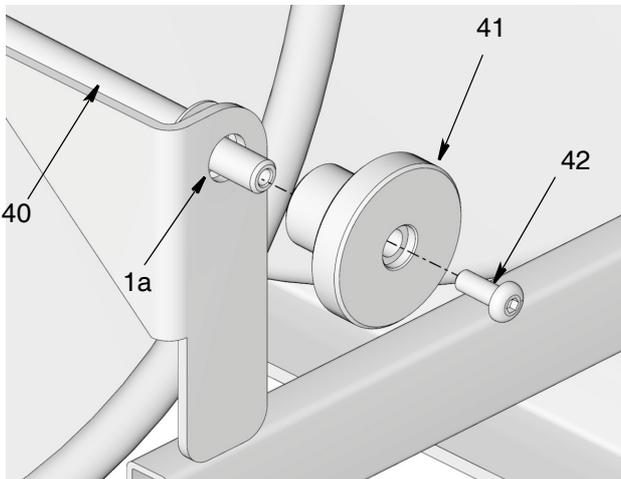
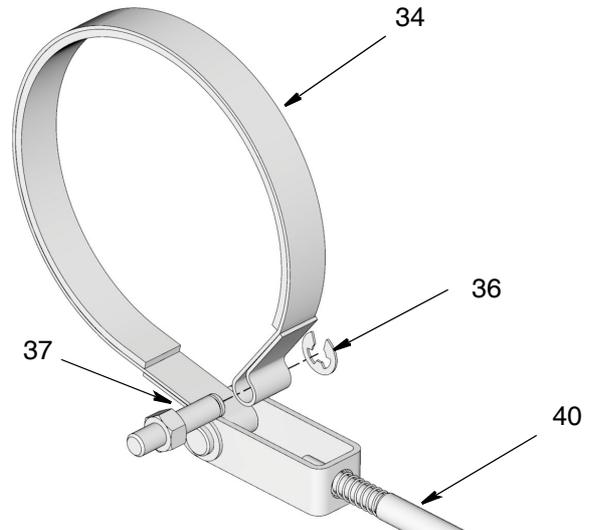

FIG. 27
FIG. 29
2. Ruotare la manopola (41) in senso antiorario per rimuovere la tensione del freno.
3. Allentare e rimuovere la vite (42) dall'estremità della manopola (41) (FIG. 27).
4. Rimuovere la manopola (41) dall'estremità della biella (40) (FIG. 27).
5. Allentare e rimuovere il dado (24), quindi tirare il fermo della fascia (34a) estraendolo dal perno di ancoraggio (37).
6. Rimuovere il fermo (36) dal perno di ancoraggio (37) (FIG. 29).
7. Rimuovere il perno di ancoraggio (37) dalla fascia (34) (FIG. 29).
8. Rimuovere la fascia (34) dal mozzo del freno (12).
9. Estrarre l'estremità della biella (40) dal telaio (1a) (FIG. 27).
14. Inserire l'estremità della biella (40) nel foro (27b) (FIG. 27).
15. Reinstallare la manopola (41) sull'estremità della biella (40). Installare la vite (42). Serrare saldamente la vite per fissare la manopola in posizione (FIG. 27).